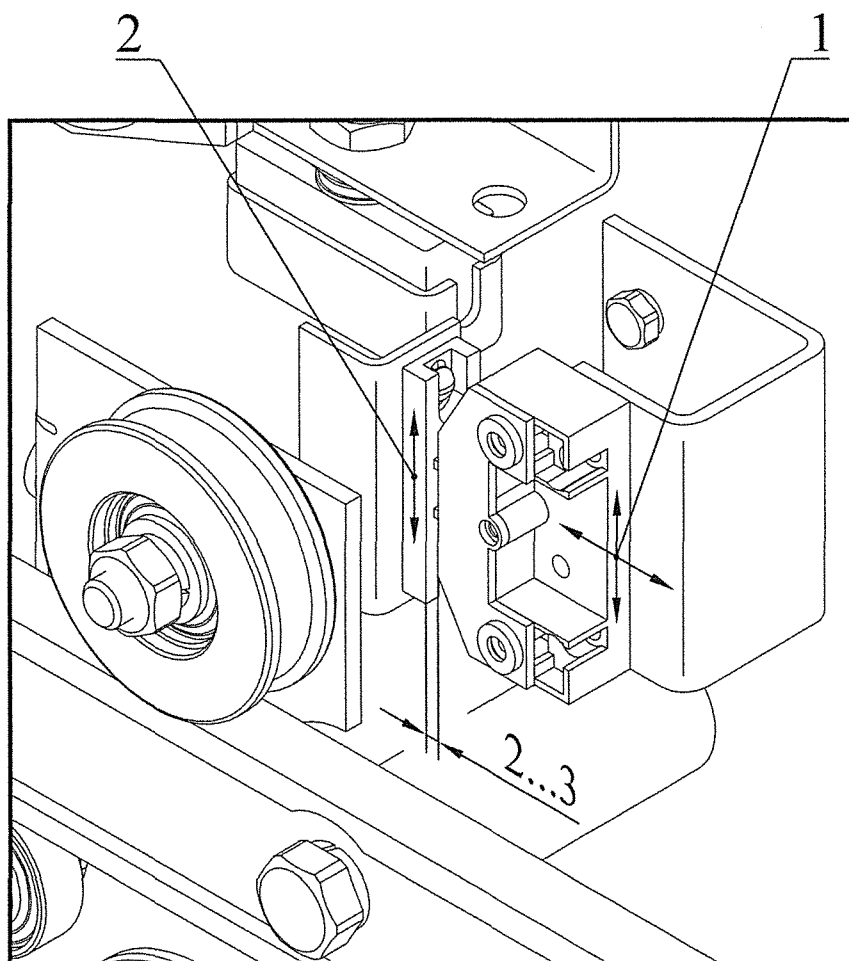

Рисунок 13 – Контроль притвора
2.8.1 При открытии двери происходит размыкание контактов выключателя 1 с его ответной частью (шунтом) 2 (рисунок 13), установленной на каретке, цепь управления разрывается, исключая пуск кабины при открытой двери. Шунт 2 выключателя на каретке имеет вертикальную регулировку для обеспечения совпадения контактов шунта и выключателя при закрытой двери. Для регулировки выключателя необходимо ослабить винты крепежа, перемещая выключатель в вертикальном и горизонтальном направлениях, выставить зазор между ним и шунтом от 2 до 3 мм.